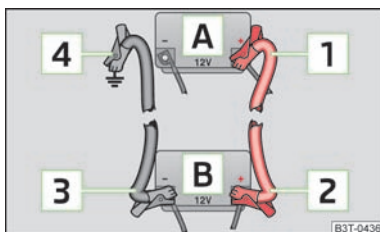

Fig. 135
- Conectar un extremo **1** » fig. 135 al polo positivo de la batería descargada **A**.
- Conectar un extremo **3** » fig. 135 al polo negativo de la batería auxiliar **B**.